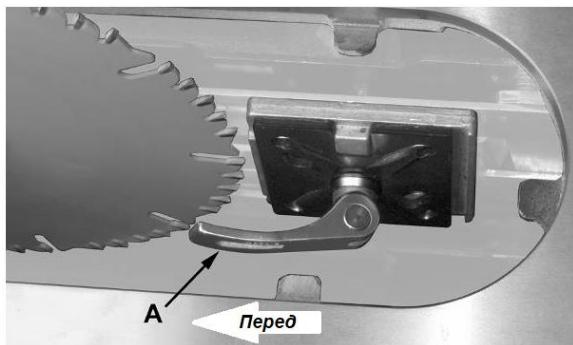

Рис. 14
4. Ослабьте запорную рукоятку (A, Рис. 14) и снимите расклинивающий нож. Запомните, в каком направлении следует подвинуть нож, чтобы установить его вровень с диском.